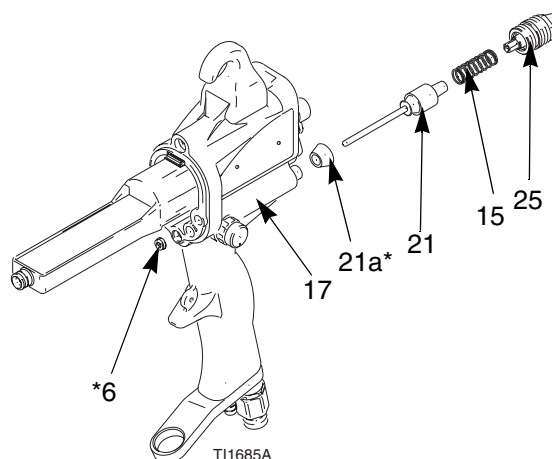

Fig. 33. Valvola dell'aria
3. Rimuovere la valvola di regolazione del fluido (25) dall'impugnatura (17). Rimuovere la molla (15). Vedere FIG. 33.